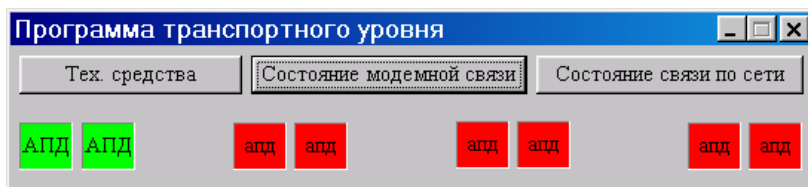

Рисунок 6
31) Войти в программу COM, дважды нажав левую клавишу мыши на иконке Ⓟ. Убедиться, что сконфигурированные порты отображаются в окне программы и идет процесс установки соединения, и далее обмена с УТОИ (рисунок 6):